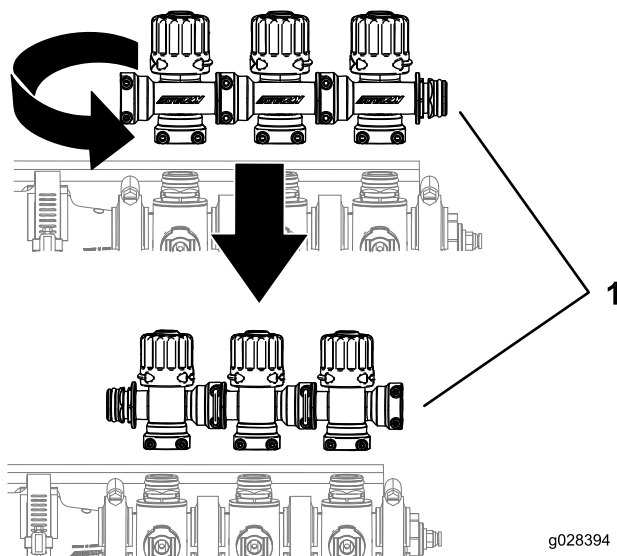

図 5
4. バイパス調整アセンブリを 図5 に示すように180°回転させる。